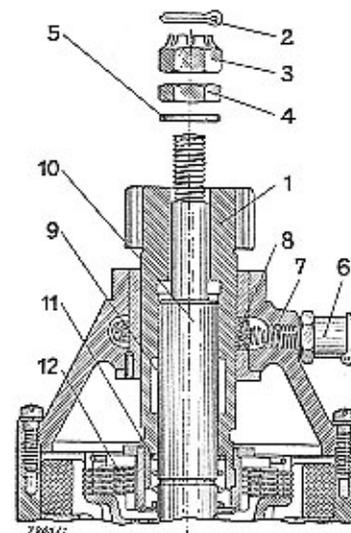

Bild 43 Auswechseln des Ritzels
2. Anlasser so auf die Kollektorschutzkapsel stellen, daß die Ankerachse 10 senkrecht steht (siehe Bild 43).